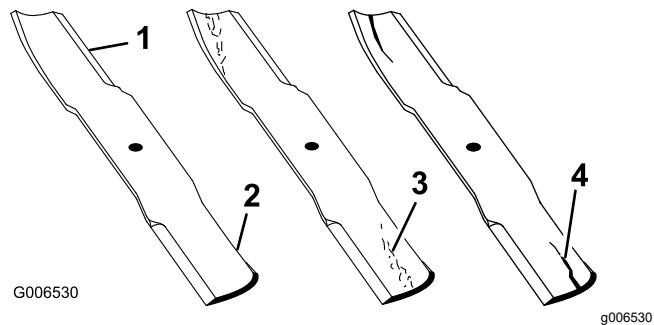

Figure 75
1. Examinez le tranchant des lames (Figure 75).
4. Remplacez immédiatement toute lame fendue, usée ou qui présente une entaille sur cette partie (Figure 75).